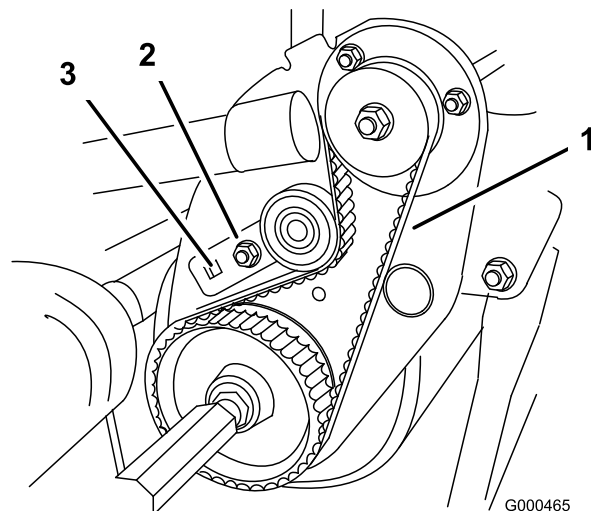

Figura 48
- B. Usando una llave dinamométrica de 3/8 pulgadas, gire el soporte de la polea tensora con una fuerza de 3,9–4,5 Nm para ajustar la tensión de la correa (Figura 48). Sin variar el ajuste de la llave dinamométrica, apriete el perno de montaje del soporte de la polea tensora (La arandela de bloqueo evita que se desplace la correa). No tense demasiado la correa.